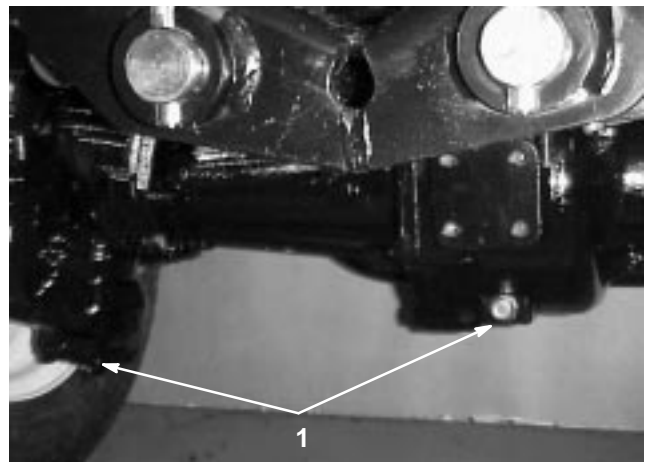

Figure 72
2. Nettoyez la surface autour des 3 bouchons de vidange, 1 à chaque extrémité et 1 au centre (Fig. 72).